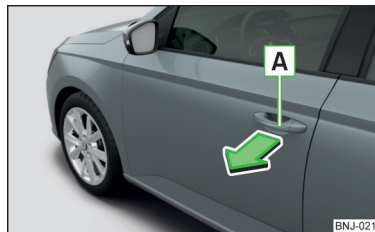

Fig. 46
- Pentru **deschiderea din exterior**, descuiați autovehiculul și trageți de mânerul portierei **A** în sensul săgeții » fig. 46.